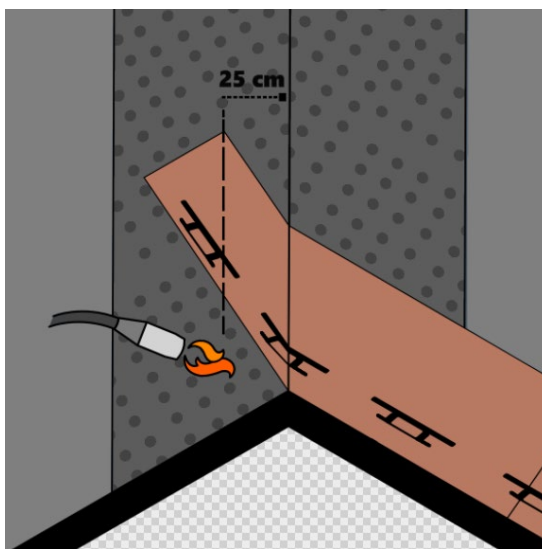

Fig. 20 – Installazione a fiamma delle tegole sul compluvio
- Per quanto riguarda i compluvi, predisporre preventivamente sul compluvio una fascia di membrana bituminosa larga circa 100cm, per assicurare l'impermeabilizzazione dello stesso. A partire da una falda, posare le tegole canadesi per file, iniziando con la fila di partenza, in modo tale che le tegole oltrepassino di almeno 25 cm l'asse di compluvio. È buona norma tagliare le tegole, una volta posate, seguendo la parallela a 25 cm alla linea di compluvio – Fig. 20.